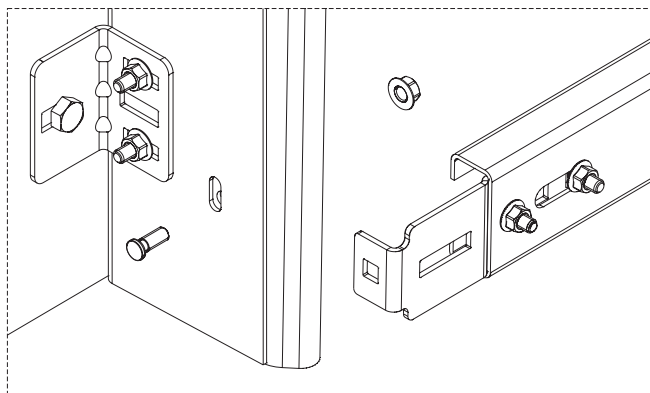

Рис. 10.
- 5) Демонтировать мерную планку, для чего отвернуть гайки нижних пресс-болтов и извлечь их (рис. 10);